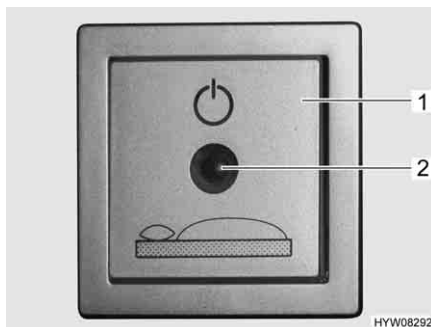

Fig. 79 Interruttore a tasto attivazione letto di coda
- Premere una volta l'interruttore a tasto (Fig. 79,1) nel gavone di coda per attivare la meccanica di sollevamento. La spia di controllo (Fig. 79,2) si accende.
- Premere di nuovo l'interruttore a tasto (Fig. 79,1) per disattivare la meccanica di sollevamento. La spia di controllo (Fig. 79,2) si spegne.